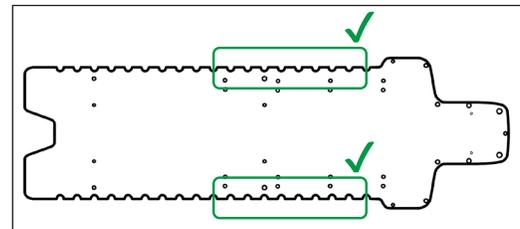

Abb. 10
5. Um den Transfer zu erleichtern, folgen Sie den vorherigen Schritten, um zwei InfinityLock-Transfergriffe an einer Seite der Alta AirShuttle-Vorrichtung im empfohlenen Bereich zu befestigen (Abb. 10). Die Griffe sollten etwa schulterbreit voneinander entfernt sein. Achten Sie darauf, die Griffe so zu positionieren, dass sie die Positionen der AirShuttle-Indexschiene oder andere Positionierungsvorrichtungen nicht behindern.
6. Befestigen Sie ein weiteres Paar Griffe an denselben Stellen auf der anderen Seite der AirShuttle-Vorrichtung (Abb. 10). Stellen Sie sicher, dass alle vier InfinityLock-Transfergriffe sicher am InfinityEdge verriegelt sind, bevor Sie einen Patienten bewegen.